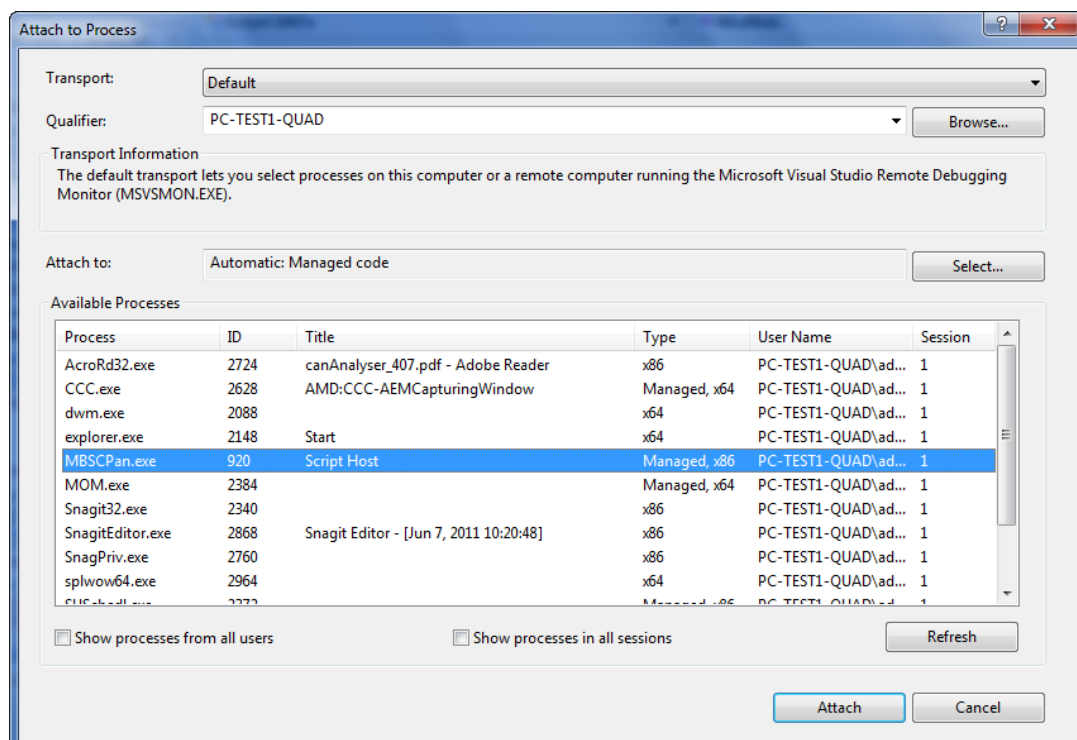

Abbildung 3.57: Verbinden des Debuggers mit dem canAnalyser
- Im daraufhin angezeigten Visual Studio-Dialog **Attach to Process** (Abb. 3.57) markieren Sie den canAnalyser-Prozess (MbsCPan.exe) und drücken einfach die Schaltfläche **Attach**.